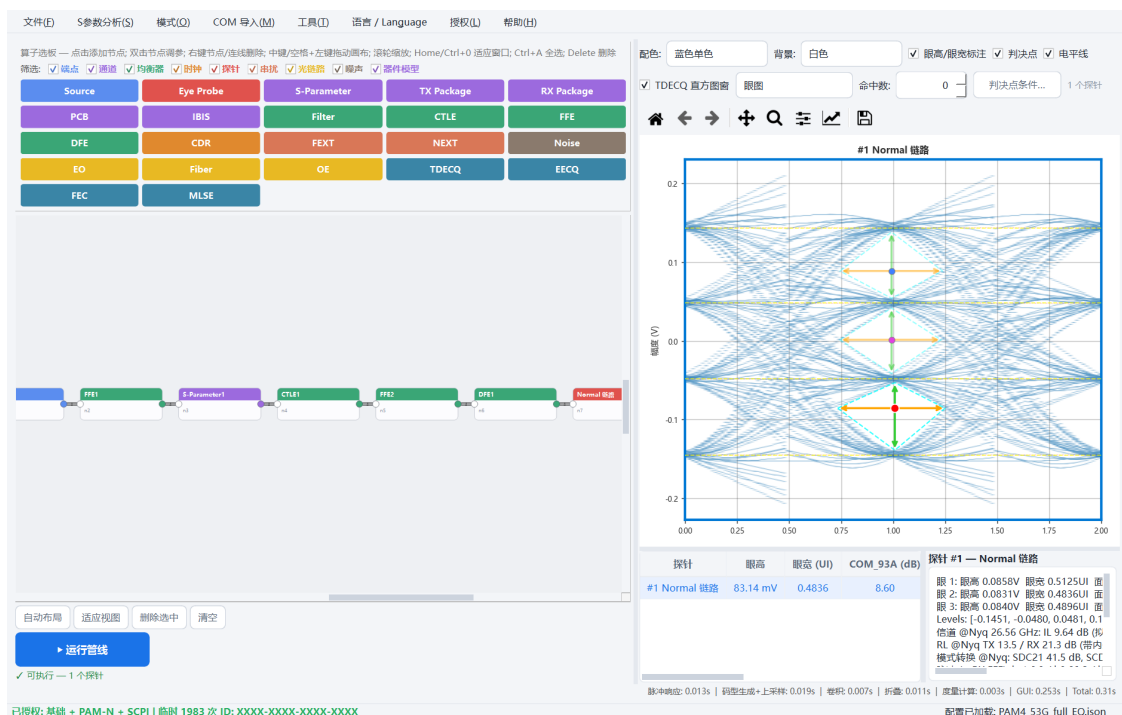

图 8-1 专家模式画布：链路即节点图
- 第 2 步** 菜单 **模式** → **专家 (Expert)** 切换视图，点“运行管线”：刚才的链路已画成节点图，每个探针出一张眼（图 8-1）。双击节点可改参数。